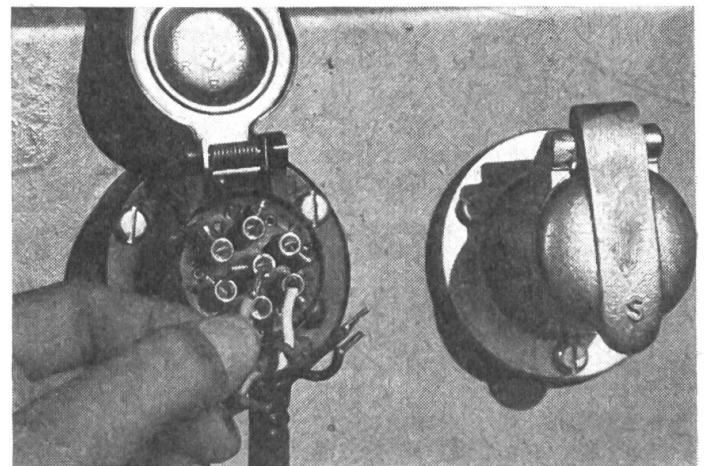

Abb. 11
- b) Der blosse Steckereinsatz wird in eine Steckdose eingesteckt (Abb. 11), Standlicht einschalten. Nun wird der mutmassliche Masseleiter an Klemme 31 angeschlossen. Anschliessend werden nacheinander alle anderen Kabelenden an der Klemme 58 L angetupft und kontrolliert, welcher Verbraucher darauf anspricht. Brennt jeweils immer nur ein Verbraucher, wurde auf Anhieb der richtige Leiter an Masse angeschlossen. Die anderen Leiter können nun den bestimmten, ermittelten Funktionen entsprechend angeklemt werden.